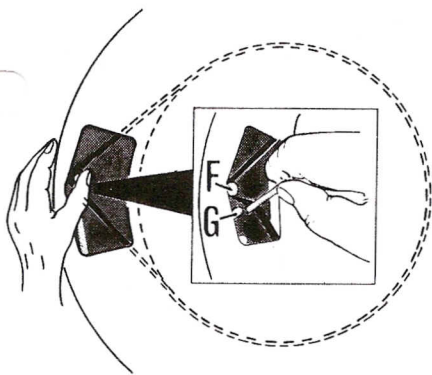

Fig. 3. Montering av drivrem
1.3 Montering av platetallerken (fig. 3)
- Sett hastighetsvelgeren (8) til stilling 45.
- Legg tallerkenen på plass samtidig som drivremmen legges rundt motorakselen (F).
- Trekk drivremmen innover ved hjelp av en skrutrekker, fyrstikk eller liknende, til den går klar av hastighetsvelgerarmen (G), se fig. 3. Hold drivremmen i denne posisjon mens hastighetsvelgeren settes til stilling 33.